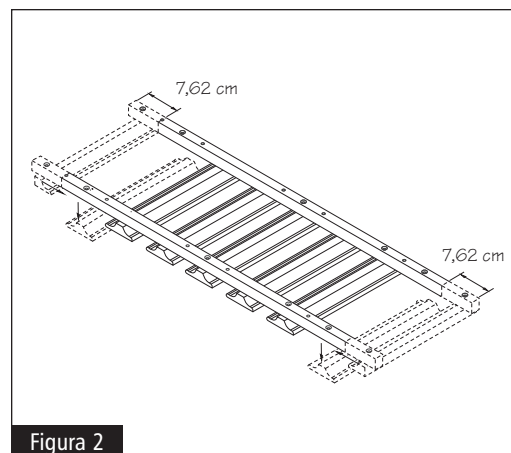

Figura 2
- 1** Coloque la unidad de soporte para copas en una superficie plana con las correas de instalación hacia arriba. Note que la unidad tiene 4 orificios a la izquierda y 5 orificios a la derecha. Con un destornillador, retire los dos (2) primeros rieles a la izquierda y a la derecha y vuelva a colocar el primer riel (más pequeño) donde estaba el segundo riel. Marque con un lápiz cada extremo de las dos correas de montaje. Consulte la figura 2.
- 4** Con los orificios pretaladrados en las correas de montaje, taladre los orificios de 1/8 pulg. a una profundidad de 3/8 pulg. y asegure a la parte inferior del gabinete con (8) tornillos Phillips #8 x 1-in.